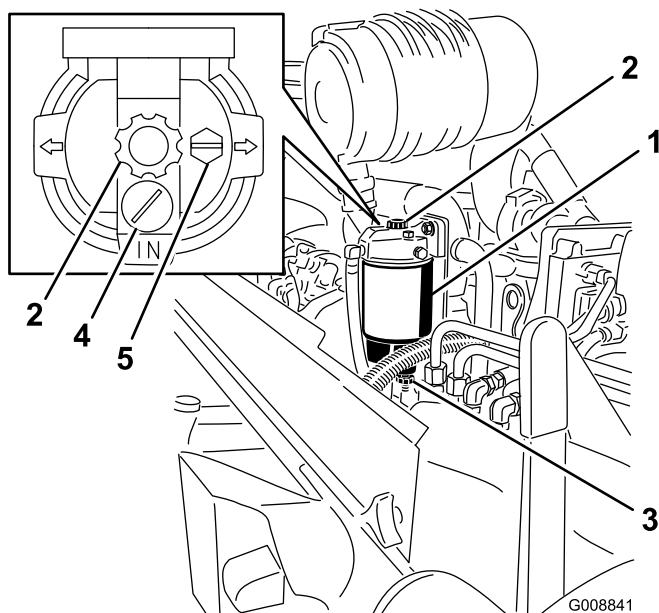

Рисунок 62
1. Подставьте под водоотделитель чистую емкость (Рисунок 62).
2. Откройте сливную пробку и включите насос для слива загрязнений (Рисунок 62).
2. Ослабив вентиляционную пробку и открыв сливную пробку, слейте некоторое количество топлива (Рисунок 62).